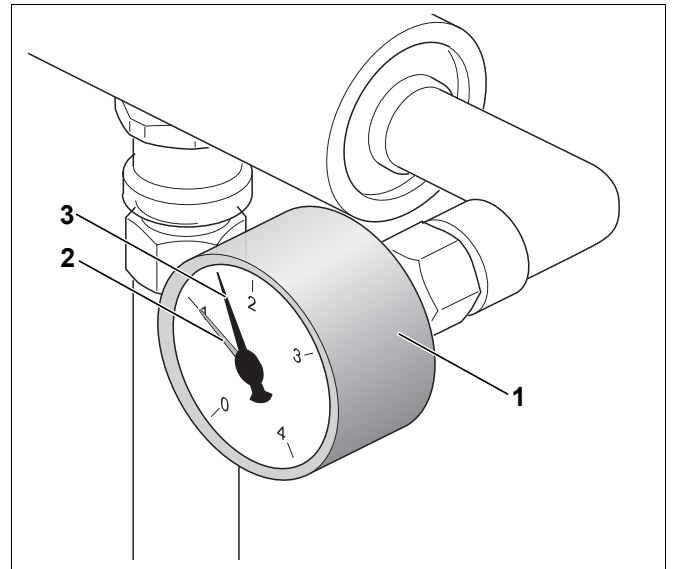

Bild 13 Manometer
Ihre Heizungsanlage ist mit einem Manometer (Bild 13, **Pos. 1**) ausgestattet, an dem Sie den aktuellen Anlagen- druck ablesen können.
Bei geschlossenen Heizungsanlagen muss der Manometerzeiger (Bild 13, **Pos. 3**) oberhalb des roten Zeigers (Bild 13, **Pos. 2**) stehen.
Der rote Zeiger (Bild 13, **Pos. 2**) des Manometers muss auf den für Ihre Heizungsanlage erforderlichen Druck eingestellt sein. Ihr Fachhandwerker stellt für Sie den erforderlichen Druck ein.
- ▶ Prüfen Sie, ob der Manometerzeiger (Bild 13, **Pos. 3**) oberhalb des roten Zeigers (Bild 13, **Pos. 2**) steht.
Wenn der Manometerzeiger (Bild 13, **Pos. 3**) unterhalb des roten Zeigers (Bild 13, **Pos. 2**) steht, ist der Wasserdruck Ihrer Heizungsanlage zu gering. Sie müssen das verloren gegangene Heizungswasser mit Ergänzungswasser auffüllen.
- ▶ Öffnen Sie vorsichtig den Kessel-Füll- und -Entleerungshahn und den Wasserhahn und füllen Sie Heizungsanlage langsam, bis der Manometerzeiger (Bild 13, **Pos. 3**, Seite 21) oberhalb des roten Zeigers (Bild 13, **Pos. 2**, Seite 21) steht.